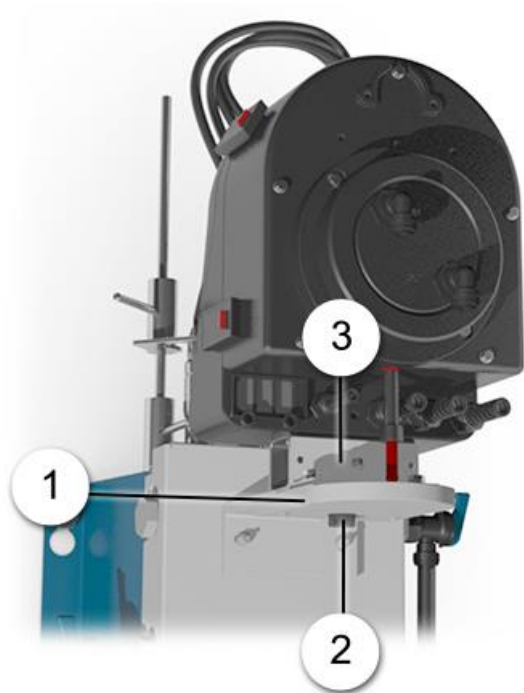

Abbildung 18: Photometer auf Dockingstation befestigt
2.	Das Photometer aus der Messposition entfernen und auf der Dockingstation (Abbildung 18, Position 1) positionieren. Dabei die Einfassung beachten (dunkel gefärbte Fläche).
3.	Das Photometer mit Rändelschraube (Abbildung 18, Position 2) auf der Dockingstation befestigen.